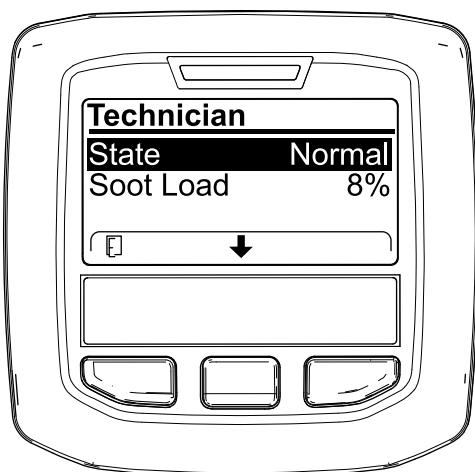

Figura 40
- Servitevi della tabella dell'operatività FAP per comprendere lo stato corrente dell'operatività del FAP (DPF) (Figura 40).